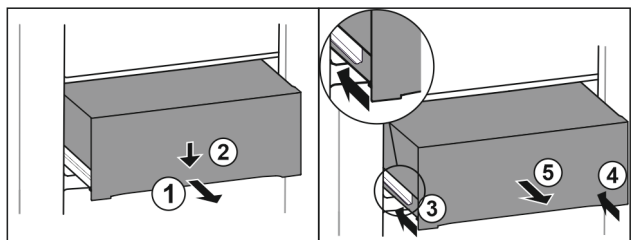

Fig. 170
- Tërhiqni jashtë sirtarin deri në gjysmë. Fig. 170 (1)
- Shtypni për poshtë sirtarin në pjesën përpara. Fig. 170 (2)
- Shtyni brenda shinën e majtë rreth 2 cm. Fig. 170 (3)
- Shtyni brenda shinën e djathtë rreth 2 cm. Fig. 170 (4)
- Hiqeni sirtarin nga përpara. Fig. 170 (5)